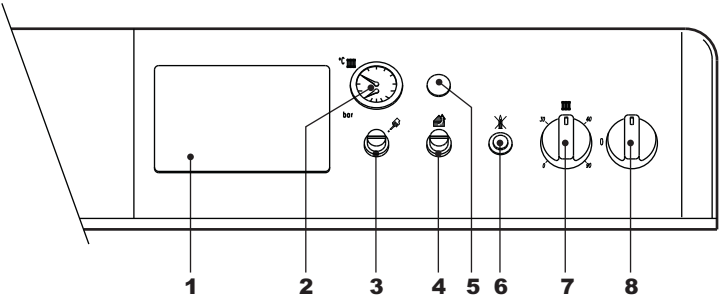

рис. 1 - Панель управления
- Переведите выключатель котла "8" в положение 1 (рис. 1).
- Если котел оборудован электронным термостатическим блоком управления, установленным в положении 1рис. 1 на , пользователь должен также соблюдать инструкции, предоставляемые изготовителем данного блока.
Задайте с помощью термостата температуры воздуха в помещении нужную температуру внутри помещения. При поступлении команды от комнатного термостата котел включается, обеспечивая нагревание воды в системе отопления до температуры, заданной регулирующим термостатом 7 на рис. 1. При достижении в помещении желаемой температуры котел выключается.